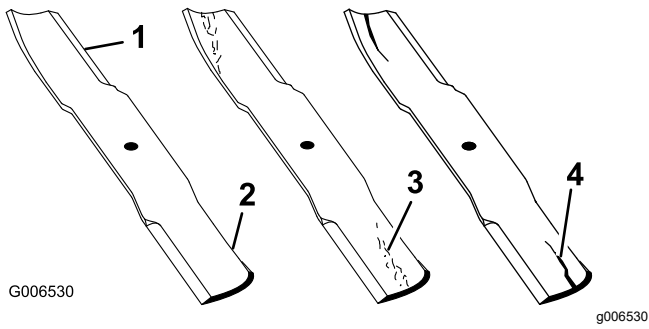

Figure 102
1. Examinez le tranchant des lames (Figure 102).
4. Remplacez immédiatement toute lame fendue, usée ou qui présente une entaille (Figure 102).